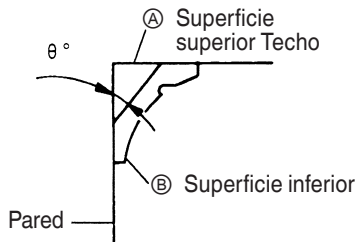
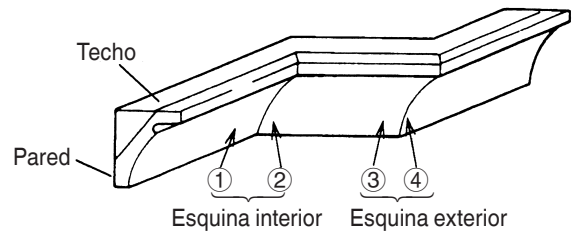
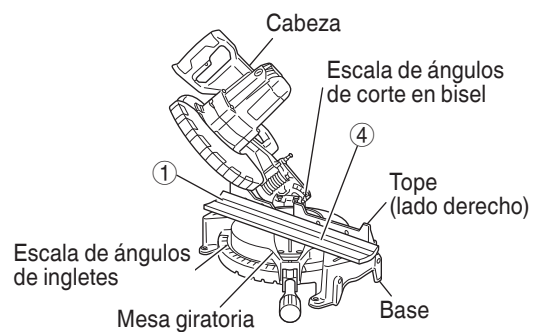
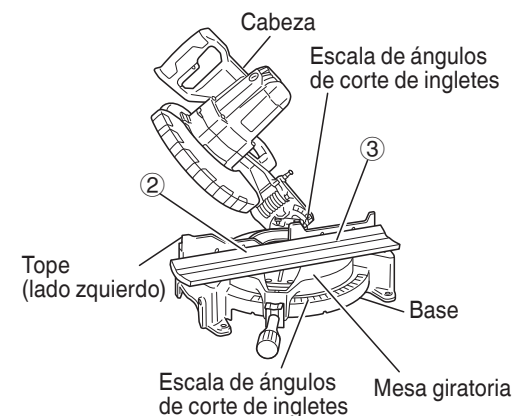

Fig. 18
Fig. 19
Fig. 20
Fig. 21
En la Fig. 18 se muestran los tipos de moldura en vértice con ángulos de 38° y 45°.
Con respecto a las molduras en vértice típicas, consulte la Fig. 19
| Tipo de moldura en vértice | Para procesar la moldura en vértices en las posiciones ① y ④ de la Fig. 19. | | Para procesar la moldura en vértices en las posiciones ② y ③ de la Fig. 19. | |
- 1) Ajuste para cortar molduras en vértice a los posiciones ① y ④ de la Fig. 19 (consulte la Fig. 20, incline la cabeza hacia la izquierda):
- ① Gire la mesa giratoria hacia la derecha y ajuste el ángulo de ingletes de la forma siguiente:
- ② Incline la cabeza hacia la izquierda y ajuste el ángulo de corte en bisel de la forma siguiente:
- ③ Coloque la moldura en el vértice de forma que la superficie superior (A de la Fig. 18) entre en contacto con la escuadra de guía como se indica en la Fig. 22
- (2) Ajuste para cortar molduras en vértice a los posiciones ② y ③ de la Fig. 19 (consulte la Fig. 21, incline la cabeza hacia la izquierda):
- ③ Coloque la moldura en el vértice de forma que la superficie superior (B de la Fig. 18) entre en contacto con la escuadra de guía como se indica en la Fig. 23.